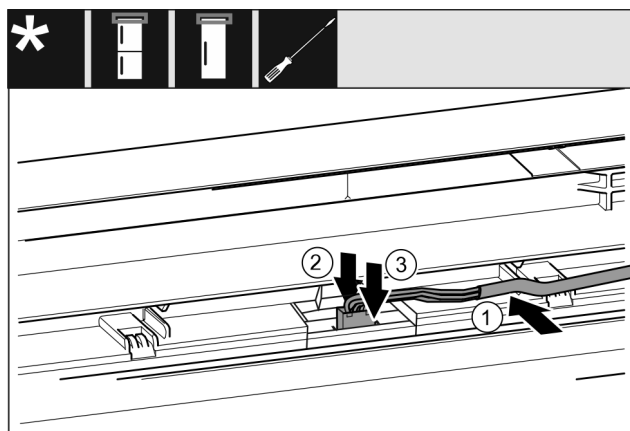

Fig. 58 Combinazioni frigorifero/congelatore / congelatori / refrigeratori
- Inserire il cavo Fig. 58 (1) nella guida nella porta superiore.
- Spingere il naso di arresto Fig. 58 (2) all'indietro.
- Innestare la spina Fig. 58 (3).